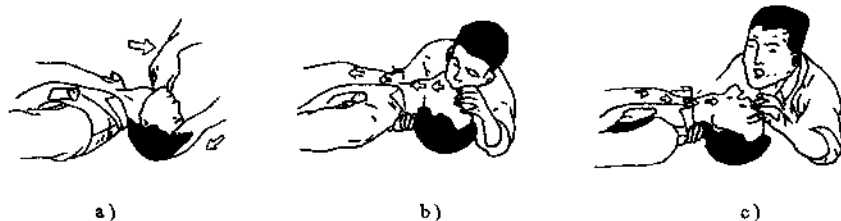

图 1-3 口对口（或口对鼻）人工呼吸法
(1) 口对口（或口对鼻）人工呼吸法 如图 1-3 所示，先清除触电者口中的血块、痰液或口沫，急救者深深吸气，捏紧触电者的鼻子，大口地向触电者口中吹气，然后放松鼻子，使之自身呼气，如此重复进行，时间以 5s/次左右为宜，不可间断，直至触电者苏醒为止。